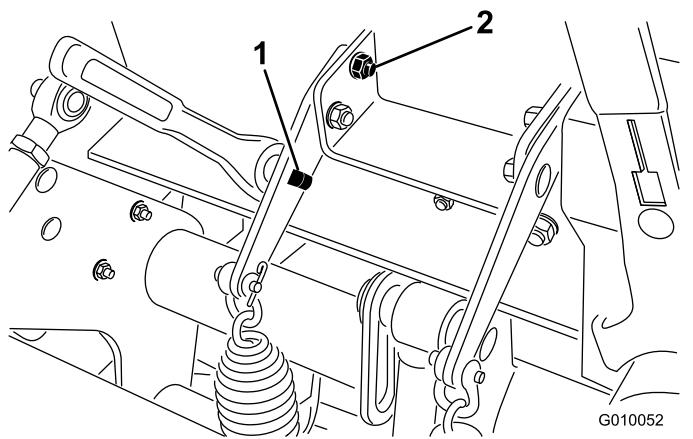

Bild 37
3. Setzen Sie einen $\frac{1}{2}$ "-Schlüssel oder ein Brecheisen in das rechteckige Loch in der Federplatte ein (Bild 37).